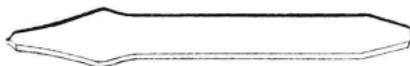

Fig. 57.
**Bec-d'âne ou bedane.** — Burin étroit en acier fondu utilisé pour pratiquer des saignées, des rainures. La largeur courante du tranchant droit varie de 4 à 10 millimètres. Sa forme (fig. 57)